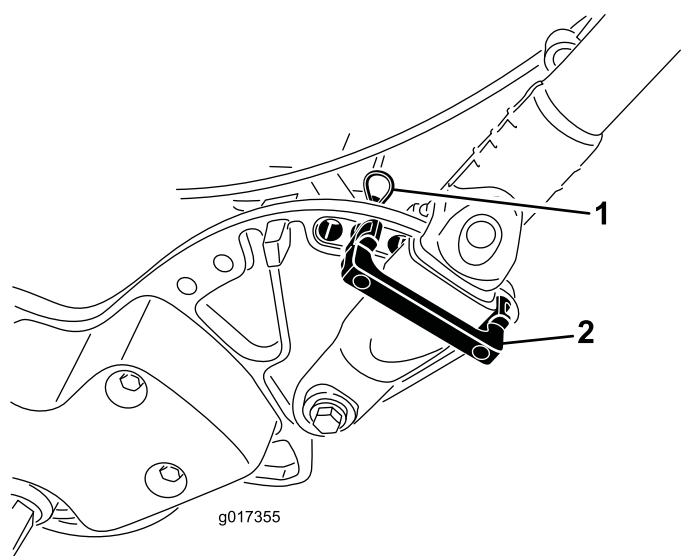

Figura 9
1. Enquanto apoia o manípulo, remova as braçadeiras de cabos que prendem os grampos do manípulo às placas laterais (Figura 9).
2. Rode o manípulo para a posição de operação desejada e coloque um fixador do manípulo por cima do grampo e nos orifícios de alinhamento na placa lateral (Figura 9).
3. Mantenha o fixador na posição com um perno de gancho (Figura 9).